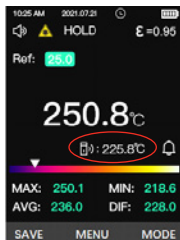

Figure 3
Dans ce mode, une lecture mesurée peut être comparée à une température de référence. Si la température de référence doit être modifiée, appuyez sur le bouton **BACK** pour la supprimer et mesurez à nouveau. Lorsque vous êtes prêt, mesurez la température de l'objet détecté. Le thermomètre calcule automatiquement la différence (IR-Ref) en soustrayant la température de l'objet mesuré (IR) de la température de référence comme illustré à la Figure 3.